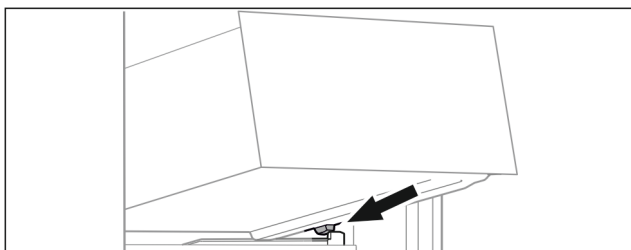

Fig. 98
- ▶ Встановити висувний ящик за стопорами на ребро для резервуару навскоси. (див. Fig. 98)